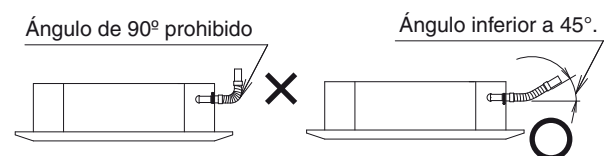

Fig. 3-9
(3) Limitaciones de la conexión de la manguera de drenaje
- No doble la manguera de drenaje suministrada 90° o más. Dóblela con un ángulo inferior a 45°. (Fig. 3-9)